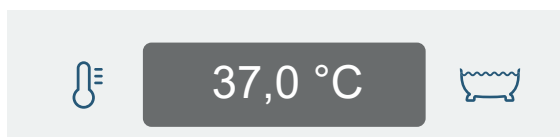

Figure 23
7. Vérifier la température de l'eau dans la baignoire Classic Line 2 sur l'affichage de la température. Voir la section Figure 23.